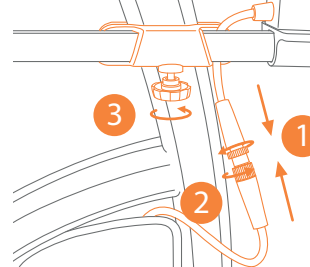

Figure 11: Connectez (1 & 2) et serrez (3) le bouton.
- a. Avant de fixer le contrôleur de joystick au cadre, assurez-vous que le câble est déconnecté. Déconnectez le câble en desserrant les anneaux métalliques (1). Faites glisser le contrôleur de joystick à travers le trou du support (2). Assurez-vous que le câble passe entre le cadre et le contrôleur, comme indiqué dans la **Figure 11**.